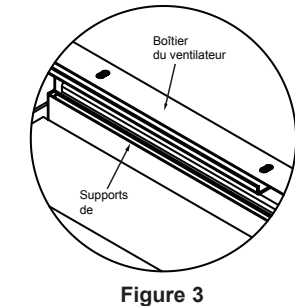

Figure 3
3. Avec le registre fixé au boîtier du ventilateur, l'assemblage peut être fixé à la structure au plafond avec les trous dans le boîtier du ventilateur ou les supports de fixation fournis. Si vous utilisez les supports de fixation, positionnez-les sous les brides de fixation du registre ou sous le boîtier du ventilateur, comme nécessaire. Positionnez l'encoche pour l'aligner avec les trous dans le boîtier du ventilateur et/ou ceux dans les brides de fixation du registre (Voir Figure 3). Si le registre/ventilateur est fixé à la structure adjacente, utilisez et ajustez les supports en fonction. Si le registre/ventilateur est soutenu par la structure au plafond, ajustez les supports pour que les bouts des fixations s'alignent en fonction. Une fois les fixations ajustées, fixez-les à la bride du boîtier du ventilateur au moyen de quatre écrous #10-32 fournis. Deux attaches par côté au minimum sont nécessaires.
6. Un minimum de deux câbles de suspension de deux côtés opposés est requis. Les câbles peuvent être fixés directement à la bride du boîtier du ventilateur ou aux extrémités des supports de fixation. Si l'assemblage registre/ventilateur est directement fixé à la structure adjacente, des vis en acier, au minimum #8 (M4), ou des écrous de 1/2" doivent être utilisés. Si nécessaire, une bride d'un minimum de 1/2" de largeur devra être fixée au registre avec des vis en acier, au minimum #8 (M4), des rivets-pop 3/16", ou des soudures ou boulons à 6" (152) maximum. Deux raccords par côté au minimum sont nécessaires.